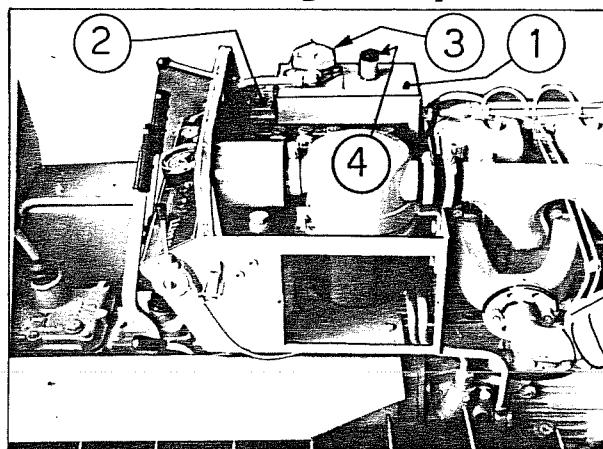

fig. 6
- una pompa ad ingranaggi, accoppiata anteriormente al motore, aspirante l'olio dal serbatoio (1 fig.6).
- un distributore idraulico (2 fig.6) a tre posizioni per il comando dei cilindri.
- un filtro (3 fig.6) dell'olio allo scarico nel serbatoio.
### 8.5 -SOLLEVATORE IDRAULICO (FIG. 6 e 11)
Controllare il livello dell'olio ogni 150 ore di lavoro con l'apposito tappo munito di asta livello (4 fig.6) ed eventualmente aggiungere olio.
Ogni 30 ORE DI LAVORO smontare il filtro dell'olio (3 fig. 6), lavandolo con petrolio pulito e soffiandolo con aria compressa in modo da rimuovere sia le impurità , sia ogni traccia di petrolio di lavaggio.